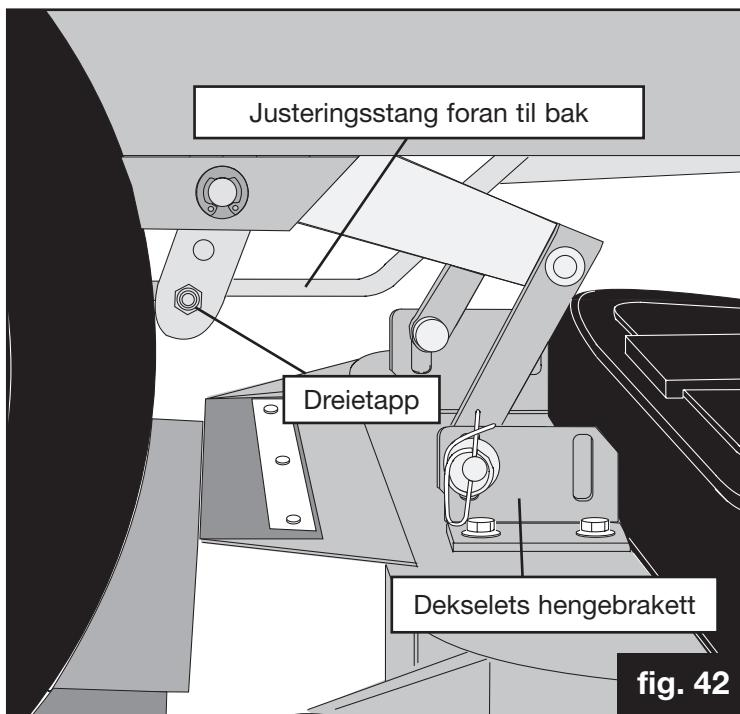

fig. 42
- ✓ Beveger klippedekselets hengebraketter (side 18, fig. 42) seg fritt, eller heises de opp? Kontroller dette ved å løfte klippedekselet til høyeste stilling og løfte og rugge det, for å se at brakettene beveger seg fritt - hvis ikke, må de rengjøres og smøres.
3. Deretter må du finne stangen for justering foran til bak til høyre for det bakre hjulet på drevsiden, hvor du finner dreietappen (fig. 42) som knytter stangen til dekselets hengebrakett. Både dreietappen og stangen er gjenget og justering gjøres ved å rottere dreietappen slik at stangen "faktisk" forlenges.
Finn dekselnivåskiven (fig. 42 eller 42a) nær baksiden på (venstre) hjul. Denne har et konsentrisk spor der dekselnivelleringsstangen sitter. Bruk en 13 mm nøkkel til å løsne M8 Nyloc-mutteren (A) som holder fast denne ansatsen akkurat nok til å tillate litt bevegelse. Deretter skal du løfte eller trykke ned dekselet, avhengig av justeringen du ønsker å oppnå. Dette vil flytte ansatsen opp eller ned på skiven - jo høyere opp og nærmere midten på skiven, jo høyere deksel. Kontroller med linjal eller målebånd etter å ha nivellert dekselet bak, og stram til Nyloc-mutteren.